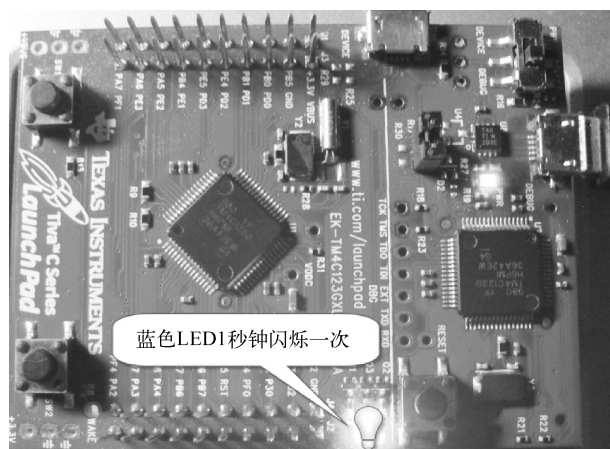

图 12-10 在 EK - TM4C123GXL 板上观察到的程序测试结果
② 在 EK-TM4C123GXL 板上也观察到了蓝色 LED 指示灯每秒闪烁一次, 进一步验证了程序功能的正确性, 如图 12-10 所示。